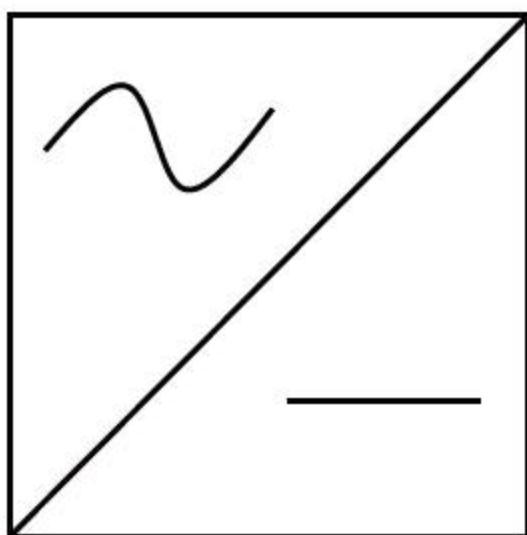

图3-110 绘制样条曲线
**03** 调用SPL【样条曲线】命令，绘制样条曲线，如图3-110所示。命令行操作如下。